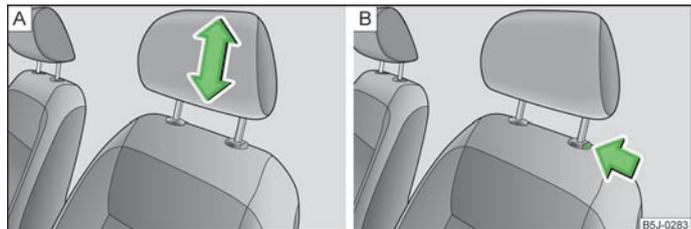

Fig. 35 Poggiatesta: Montaggio/Smontaggio
- Afferrare i poggiatesta lateralmente con le due mani e quindi farli scorrere verso l'alto per la distanza desiderata » fig. 35 - [A].
- Se si desidera fare scivolare verso il basso i poggiatesta, premere con una mano il tasto di sicurezza » fig. 35 - [B] e mantenerlo premuto, mentre la mano sposta il poggiatesta verso il basso.
- Premere il tasto sicurezza nella direzione indicata dalla freccia » fig. 35 - **B** ed estrarre i poggiatesta.